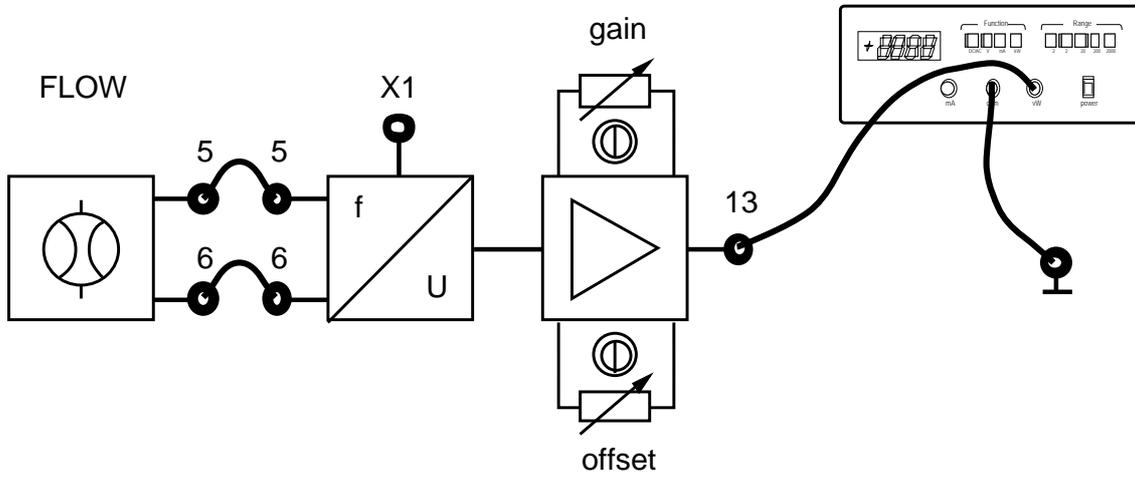

Fig. 13.2
- 15) Conectar los casquillos 5 y 6 del sensor de capacidad FLOW a los casquillos 5 y 6 de la respectiva interface (fig. 13.2).